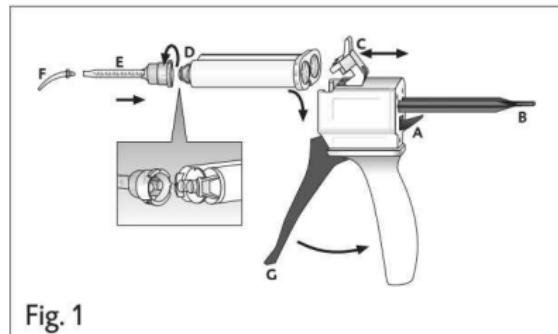

Fig. 1
1. Поднимите вверх рычажок [рис. 1, поз. А] на тыльной части диспенсера Automix-Dispenser и полностью оттяните назад скользящий затвор [рис. 1, поз. В].
2. Поднимите пластмассовый фиксатор [рис. 1, поз. С], установите картридж и закрепите его пластмассовым фиксатором [рис. 1, поз. С].
1. Снимите колпачок картриджа [рис. 1, поз. D] или использованный смесительный наконечник, повернув на 90° против часовой стрелки, и выбросьте.
2. Установите новый смесительный наконечник [рис. 1, поз. E].
4. Установите интраоральный наконечник [рис. 1, поз. F].
- ▶ Смешайте материал в смесительном наконечнике, нажав на рычажок [рис. 1, поз. G] диспенсера Automix-Dispenser, и непосредственно нанесите материал.
1. Поднимите вверх рычажок [рис. 1, поз. A] на тыльной части диспенсера Automix-Dispenser и полностью оттяните назад скользящий затвор [рис. 1, поз. B].
- Поднимите пластмассовый фиксатор [рис. 1, поз. С] и извлеките картридж.